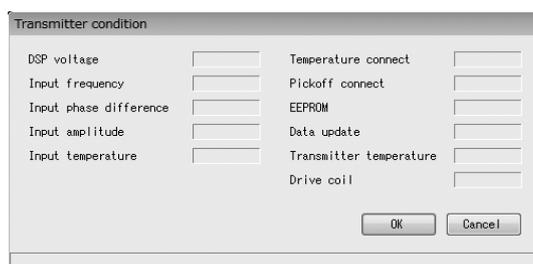

図105
- ① メニューの「Diagnosis/Service(T)」>「Test/Status」>「Self diagnosis」>「Transmitter condition」をクリックします。
- ② 注意画面に従い、プロセス制御ループを手動に切り替えてから「OK」ボタンを押すと、次のウィンドウ(図105)が表示されます。ここでは変換器内部状態のチェックを行います。